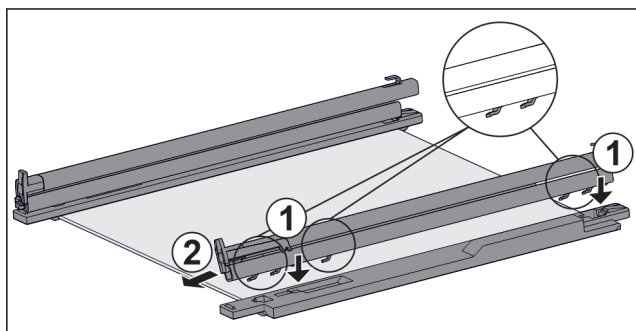

Fig. 121 Tablette en verre avec rails et pièces de retenue
- ▶ Placer les crochets du rail sur les ouvertures de la pièce de retenue de **gauche**. Fig. 121 (1)
- ▶ Tirer le rail vers l'avant. Fig. 121 (2)
- ▶ Placer les crochets du rail sur les ouvertures de la pièce de retenue de **droite**. Fig. 121 (1)